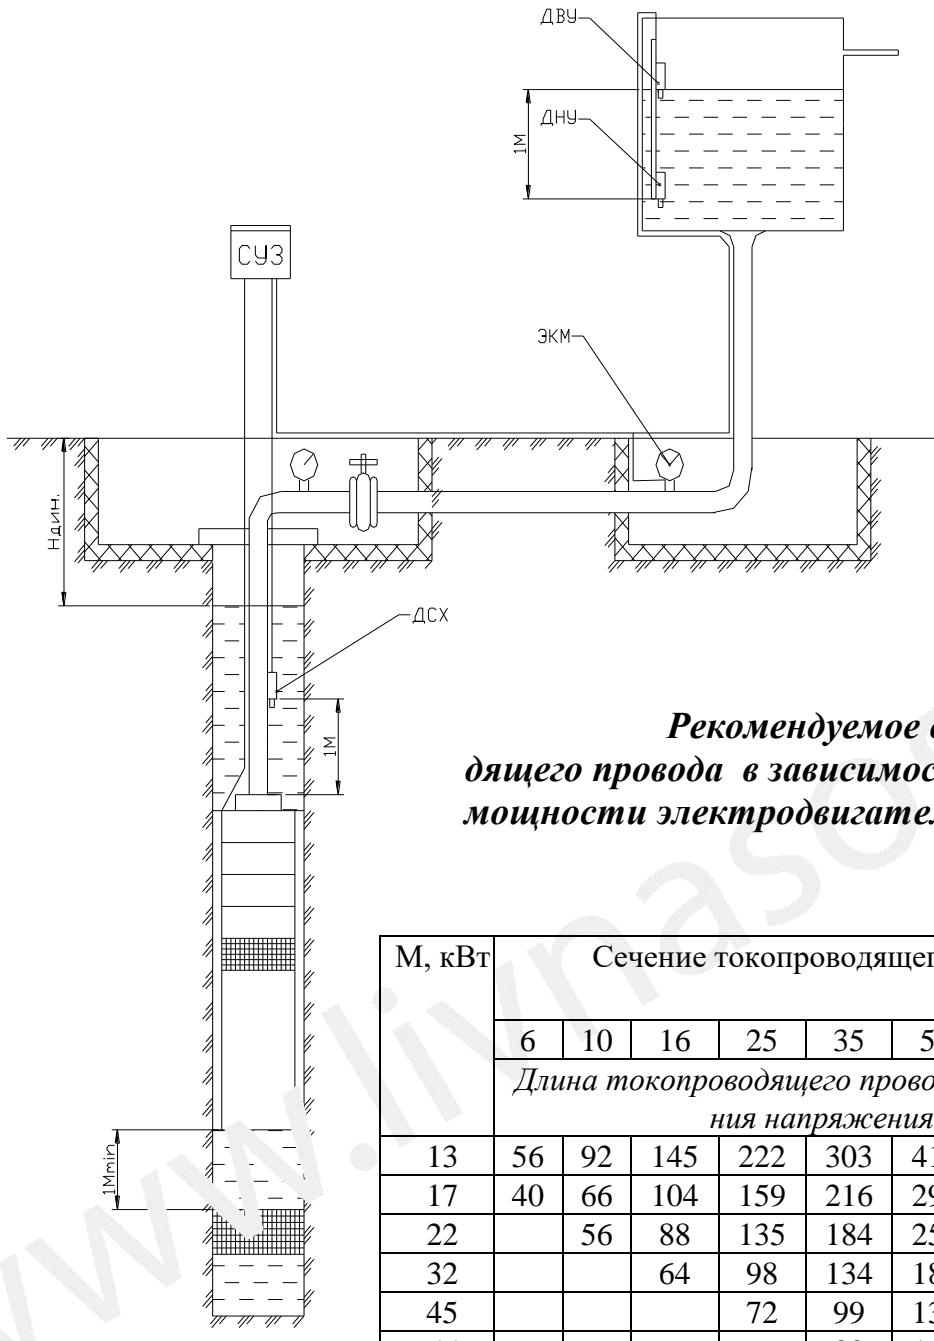

Рис.2
4.5 Датчик сухого хода укрепляется на водоподъемной трубе на расстоянии 1м от патрубка напорного электронасоса металлическим хомутом (см. рисунок 2) и соединяется со станцией двухпроводным кабелем (второй провод подключается к оголовку скважины).